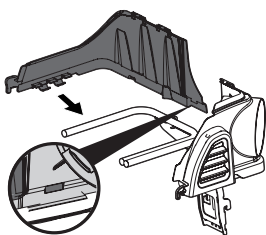

Figura 10
4. Coloque a presión el soporte de la cubierta superior sobre el riel del soporte de la embolsadora con una ligera inclinación. Gire el conjunto hacia abajo y dentro del conjunto del soporte del canal, comprobando que la lengüeta (que se muestra en el recuadro de la Figura 10) se trabe en su lugar.